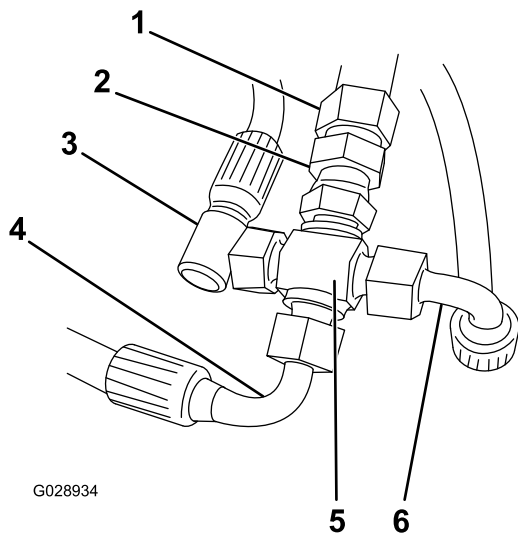

図 2
- 1/4 インチのクロスアダプタに、1/4 インチから 3/8 インチへの変換アダプタを取り付ける (図 2)。
6. アダプタに、新しい3/8 インチホースを取り付ける (図 2)。
7. ステップ 3 で外したホースを図 2 のようにクロスアダプタに接続する。